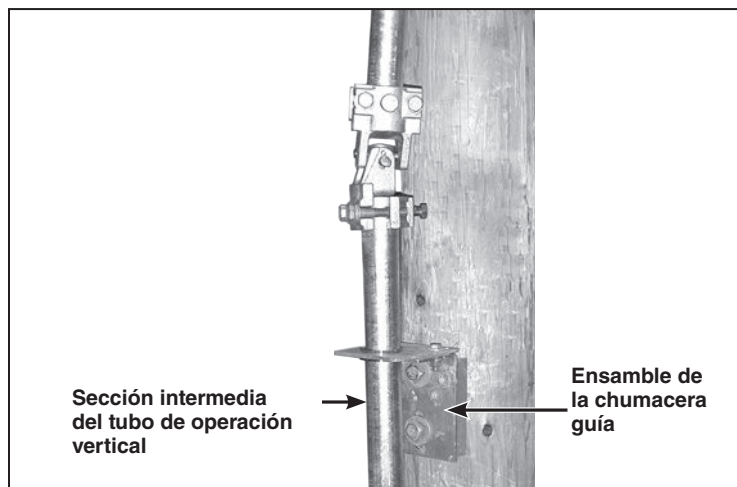

Figura 18. Instalación de la sección intermedia del tubo de operación vertical.
**PASO 16.** Pase la siguiente sección del tubo de operación vertical hacia arriba a través del ensamble de chumacera guía e insértela en el acoplamiento universal previamente fijado al extremo inferior de la sección superior del tubo de operación. Apriete los tornillos de la abrazadera hasta el apriete final y, a continuación, apriete el tornillo perforante de sujeción, perforando el tubo. Continúe apretando hasta sentir una resistencia firme. Ver figura 18.